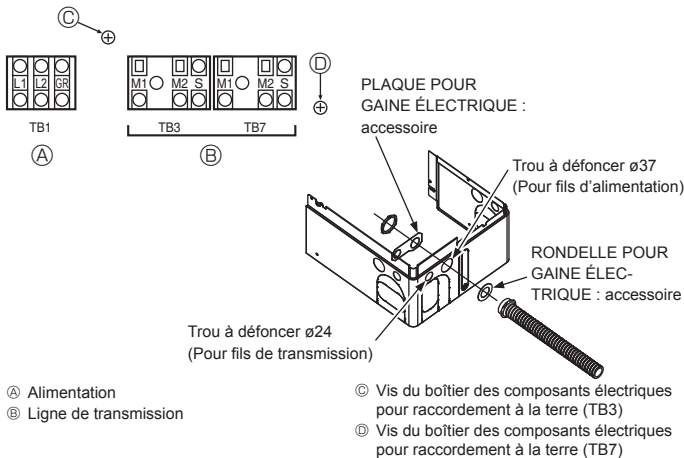

Fig. 6-1
6.2. Boîtier de commande et emplacement pour le raccordement des câbles (Fig. 6-1)
- Connectez les fils entre l'appareil extérieur et l'appareil intérieur ou raccordez le boîtier au bloc de sortie de transmission (TB3) de l'appareil extérieur. Connectez les fils entre l'appareil extérieur et le système de commande centralisée au bloc de sortie de transmission (TB7) de l'appareil extérieur. En cas d'utilisation de câblage blindé, raccordez la masse du câblage blindé à la borne blindée (S) du bornier (TB3) ou (TB7).